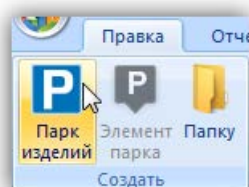

Рис. 19-2 – Панель «Создать»
3) Нажать кнопку «Парк изделий» панели «Создать» (рис. 19-2).